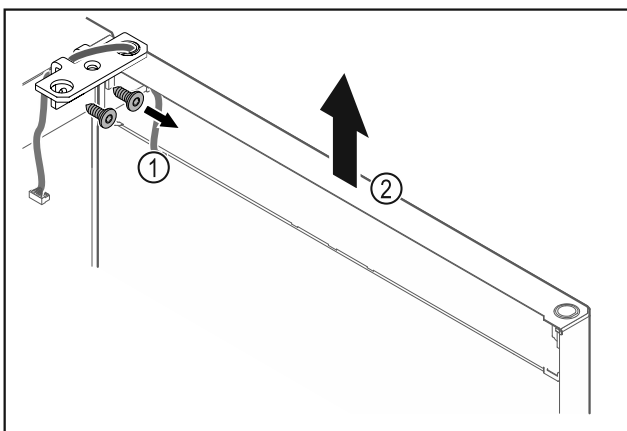

Fig. 24
- ▶ Відкрутити шарнірний кутик Fig. 24 (1).
- ▶ Дверцята з шарнірним кутиком Fig. 24 (2) приблизно на 200 мм прямо підняти вгору і зняти.